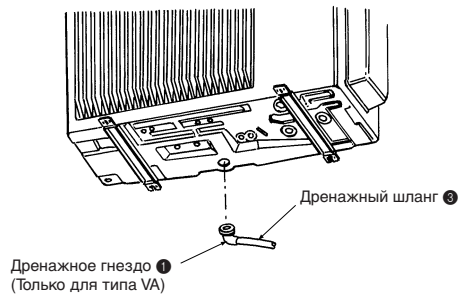

Рис. 4-1
4. Дренажный трубопровод для наружного прибора (Рис. 4-1)